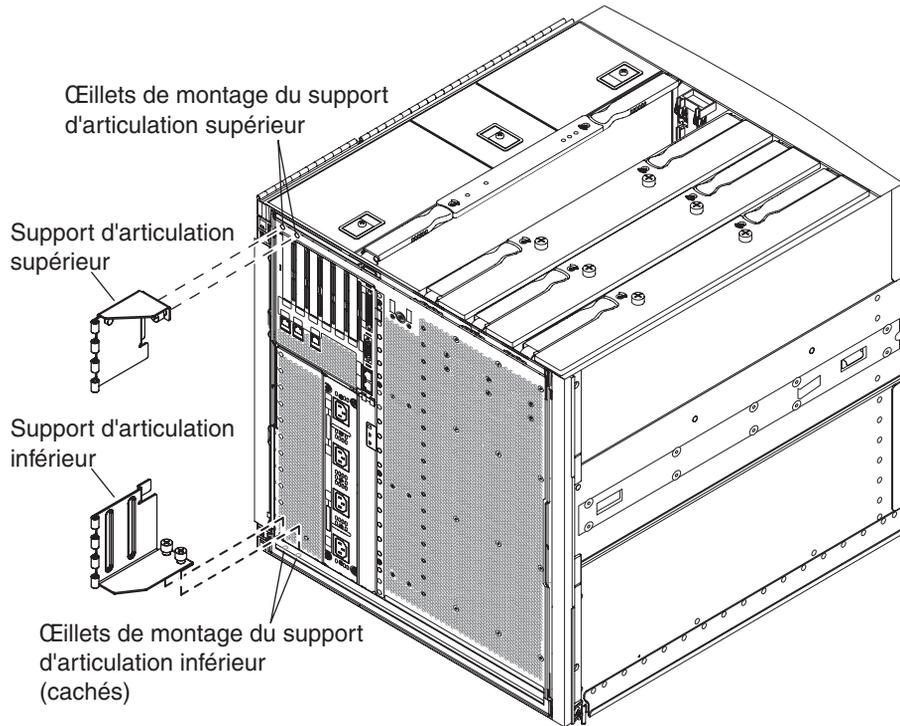
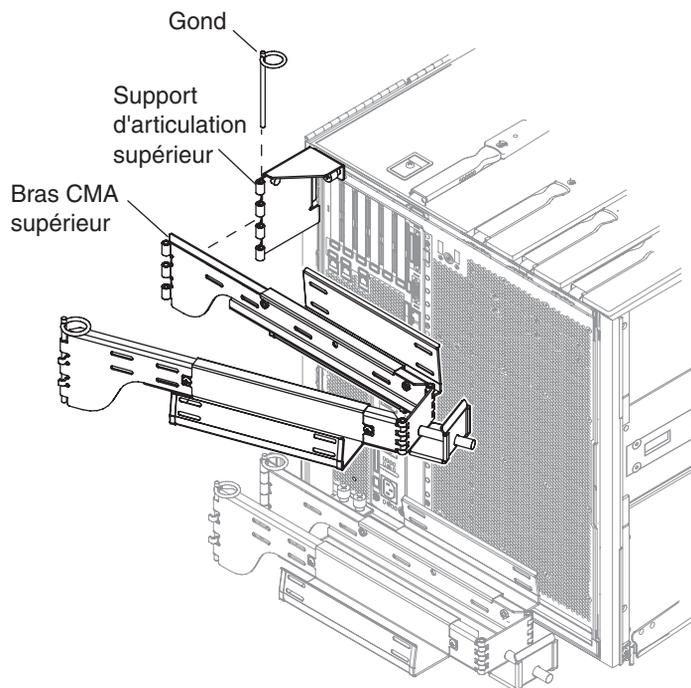
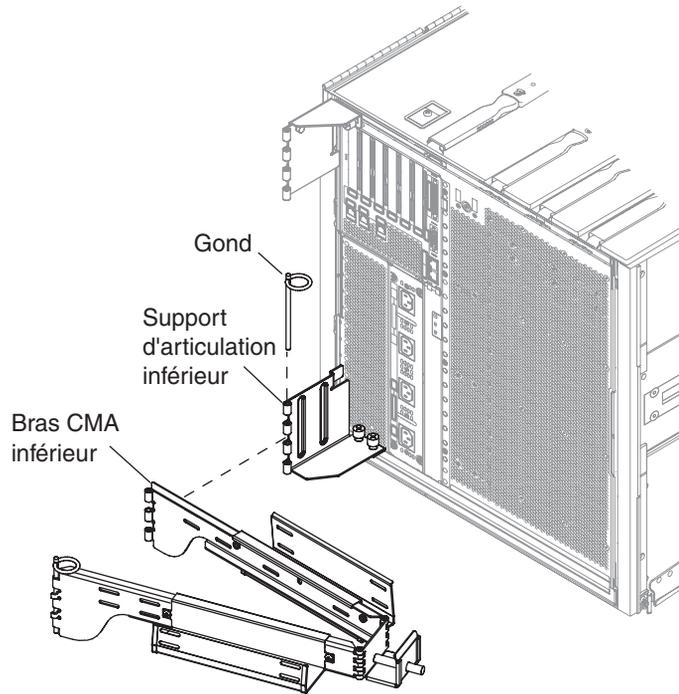

FIGURE 1-20 Œillets de montage des supports d'articulation supérieur et inférieur
FIGURE 1-21 Fixation du bras CMA supérieur et du support d'articulation
FIGURE 1-22 Fixation du bras CMA inférieur et du support d'articulation
2. Fixez le support d'articulation au côté supérieur gauche du châssis du serveur au moyen de deux vis imperdables. Reportez-vous à la FIGURE 1-20 et à la FIGURE 1-21.
4. Fixez le support d'articulation au côté inférieur gauche du châssis du serveur au moyen de deux vis imperdables. Reportez-vous à la FIGURE 1-20 et à la FIGURE 1-22.